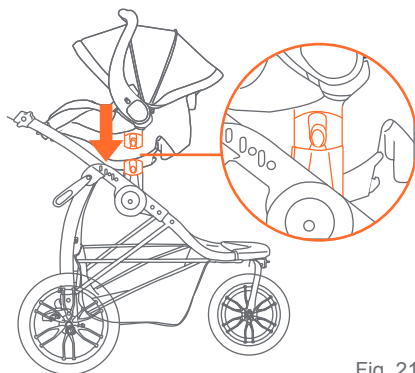

Fig. 21
- 21)** • Coloque la sillita para el automóvil alineando los anclajes del asiento que están al costado de la sillita con los anclajes del armazón del carrito y presionándolos hasta que se traben correctamente (Fig. 21).